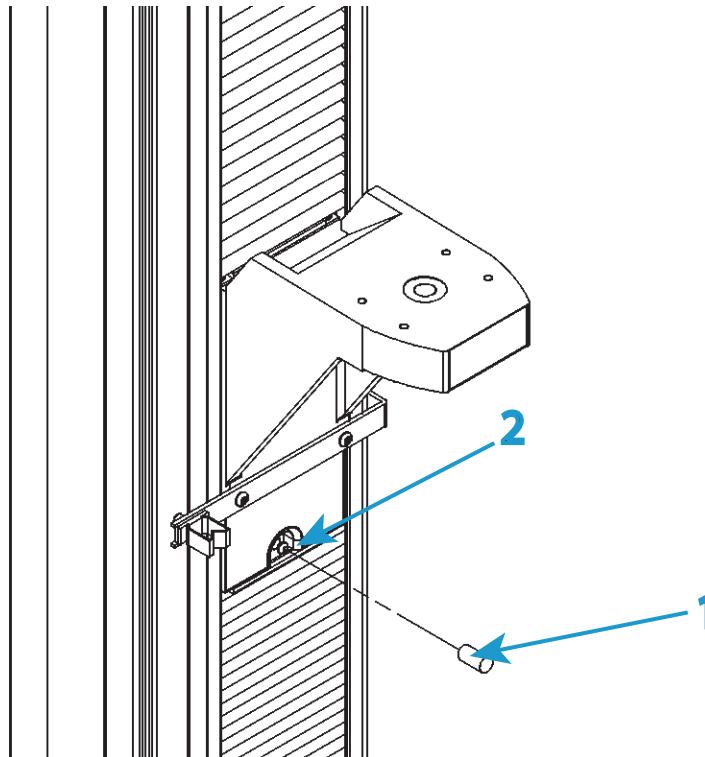
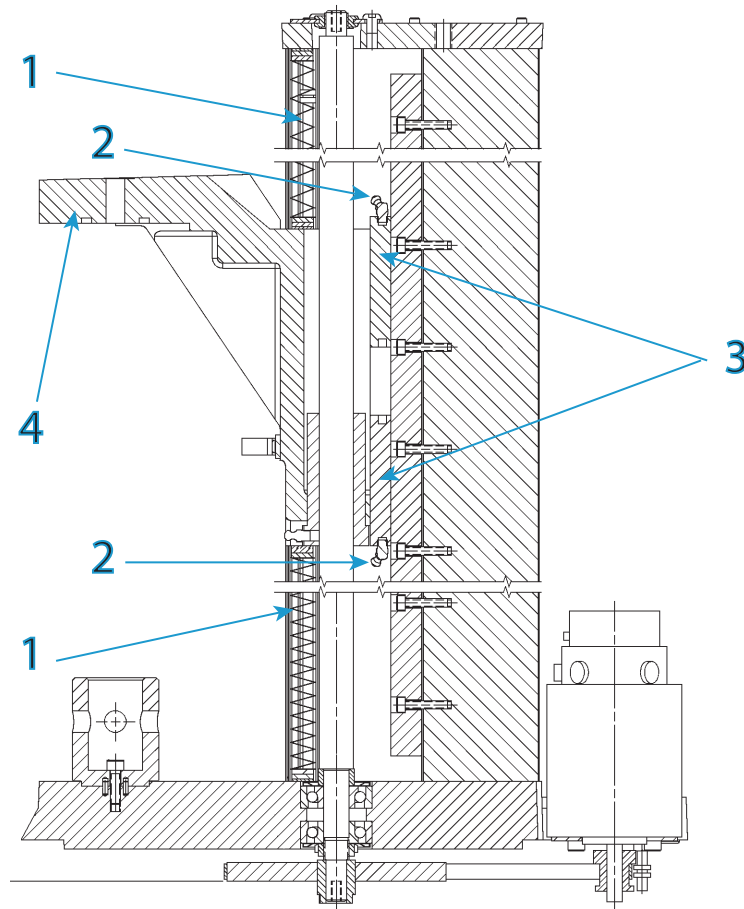

Abbildung 24. Schmierung der Muttern
Abbildung 25. Schmierung des Linearführungsschlittens
Dieses Verfahren bezieht sich auf Modell 34SC-5, siehe Abbildung 24 auf Seite 130 und Abbildung 25 auf Seite 131.
Legende für Abbildung 24
Legende für Abbildung 25
1. Stellen Sie sicher, dass der Netzschalter in der Aus-Stellung (0) steht und ziehen Sie das Netzkabel aus der Netzsteckdose heraus. Stellen Sie sicher, dass keine LEDs an der Prüfrahmen-Bedienkonsole leuchten.
6. Lösen Sie die Kugelumlaufspindel-Abdeckungen von der Traverse und schieben Sie sie von der Traverse weg. Abbildung 25 auf Seite 131 zeigt den Schmiernippel an den beiden Schlitten.